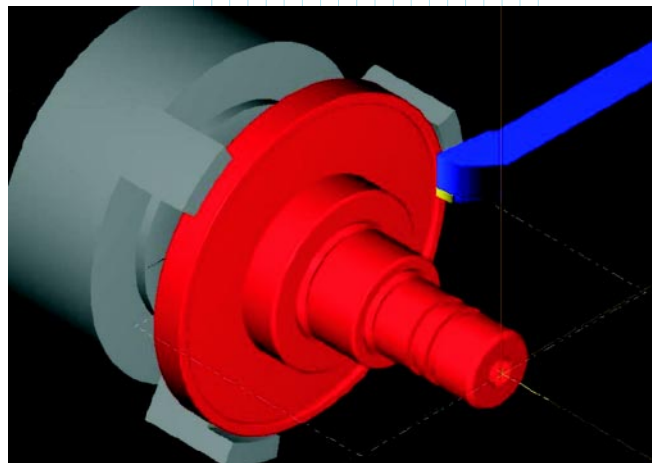

Рис. 7. Поддержка закрашенного инструмента
- поддержка закрашенного инструмента (рис. 7);